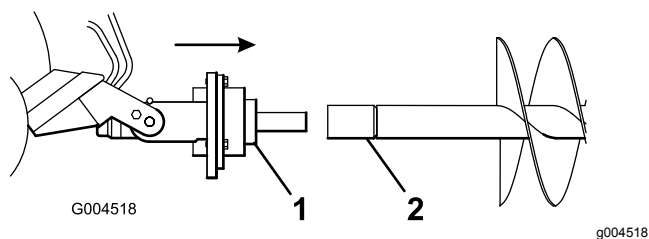

Figura 7
8. Posizionate l'albero motore nell'estremità dell'albero della trivella o dell'estensione (se applicabile) come mostrato nella Figura 7.